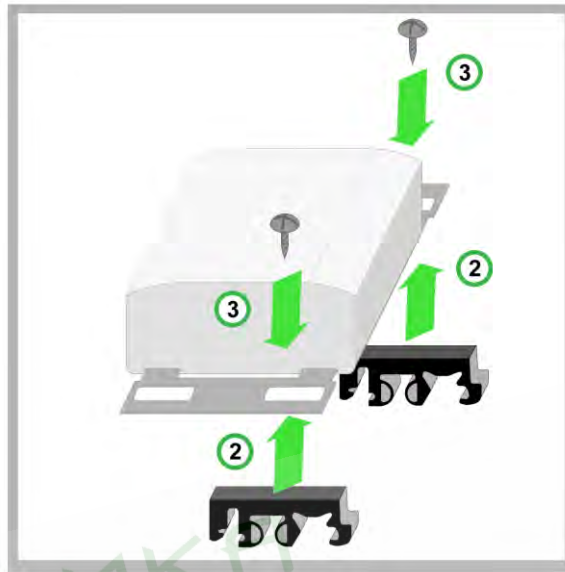

Рис. 3.8 Установка и закрепление фиксаторов к крепежным планкам
2. Установите специальные фиксаторы с нижней стороны крепежных планок (см. рис. 3.8).
3. Прикрутите их винтами (см. рис. 3.8).